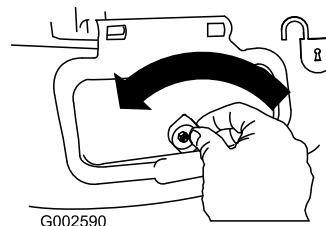

Figure 25
1. Unlock the side-discharge door (Figure 25).